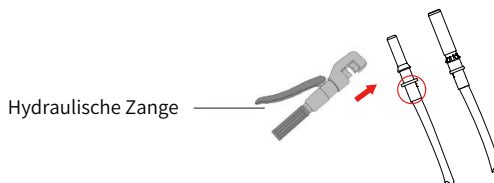

Abb. 5.4 Klemmen Sie den Kontaktstift an
- b) Klemmen von Metallklemmen mit einer Klemmzange wie in Abbildung 5.4 gezeigt.